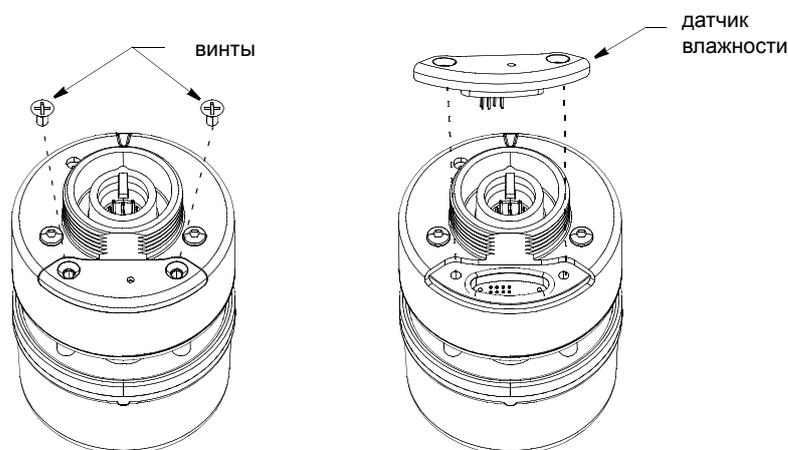

Рисунок 11. Установка датчика влажности
1. Отверните два винта от датчика влажности или заглушки (см. Рисунок 11).